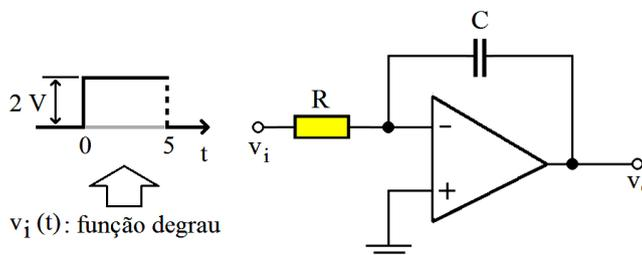

Figura 3.101 – AOP integrador de tensão com degrau na entrada.
► **EF 40** (PERTENCE, 2003) – Seja o circuito AOP integrador da Figura 3.101, com $R = 50 \text{ k}\Omega$ e $C = 10 \text{ }\mu\text{F}$. No terminal de entrada (-) é aplicado um pulso (ou degrau de tensão) com amplitude de 2 V, durante um intervalo de 5 segundos. Considerando-se o capacitor inicialmente descarregado, pede-se: